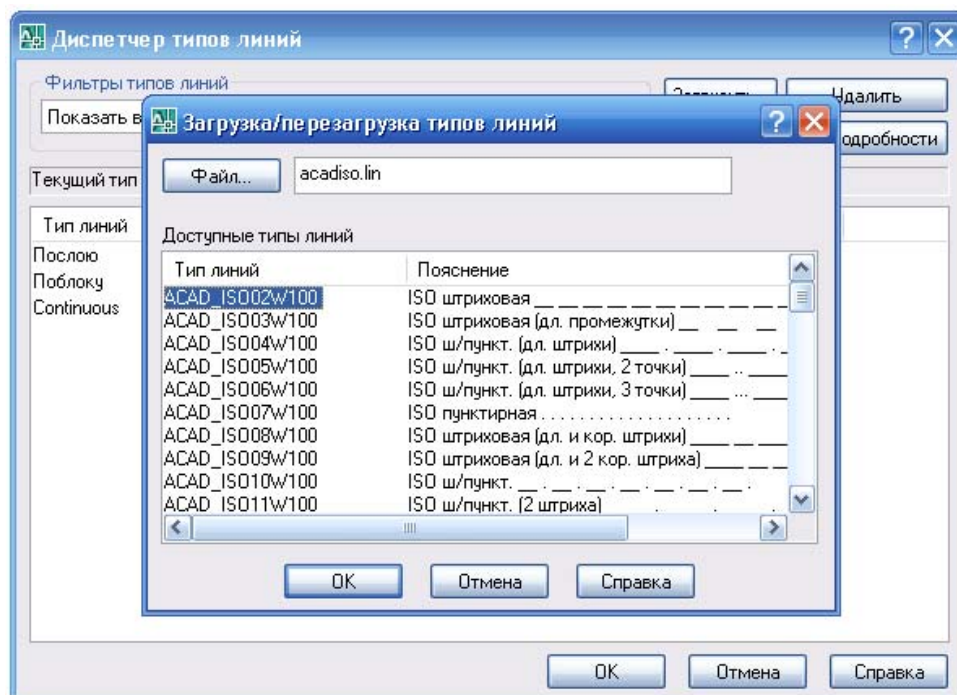

Рис. 1.14. Вибір типу лінії зі списку «Доступные типы ліній»
3. У діалоговому вікні «Загрузка / перезагрузка типів ліній» вибрати тип лінії зі списку «Доступные типы ліній». Потім натиснути «ОК» (рис. 1.14).